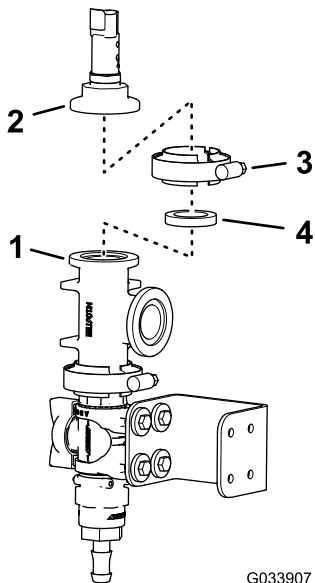

图 30
6. 如图 30 中所示将压力传感器的凸缘与 T 形接头的凸缘对齐。
7. 用垫片和法兰夹具把压力传感器组装到 T 形接头上并用手拧紧夹具图 30。